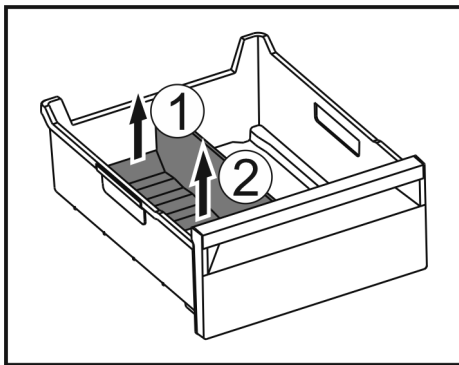

Fig. 145
- Løft den bageste del af frostrumsadskilleren. Fig. 145 (1)
- Tag frostrumsadskilleren op og ud. Fig. 145 (2)